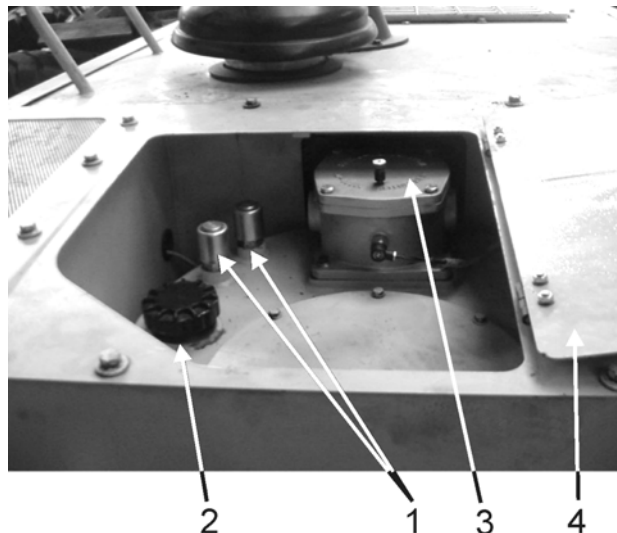

Рис. 5.44. Бак гидросистемы (рабочей и поворота)
5. Открыть крышку гидробака (4, Рис. 5.44). Очистить место вокруг заливной горловины бака от загрязнений растворителем. Медленно ослабить пробку заливной горловины (2) бака для того, чтобы сбросить избыточное давление в баке.
1. Открутить болты и снять крышку бака гидросистемы (4, Рис. 5.44).
4. Очистить изнутри корпус фильтра (4).
5. Заменить фильтрующий элемент (1) с уплотнительным кольцом (7).
6. Проверить состояние уплотнения (5). Изношенное или поврежденное уплотнение необходимо заменить новым.
7. Установить на свои места крышки (3) и закрепить.
8. Закрыть крышку бака гидросистемы (4, Рис. 5.44).
1. Медленно и осторожно ослабить пробку заливной горловины бака (2, Рис. 5.44) для того, чтобы сбросить избыточное давление в баке.